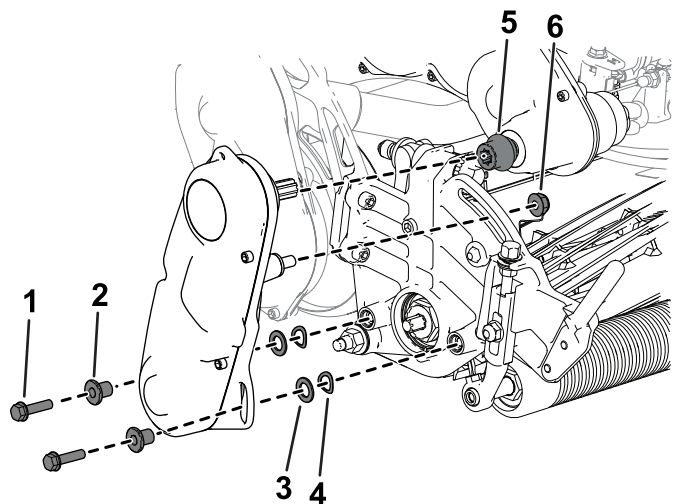

Figure 33
6. Fixez le système d'entraînement du cylindre à la plaque latérale de l'unité de coupe à l'aide des vis à tête creuse, des rondelles et des entretoises retirées précédemment (**Figure 33**).
Vérifiez que l'arbre d'entraînement de cylindre est bien installé sur le coupleur de l'arbre de transmission (**Figure 33**).